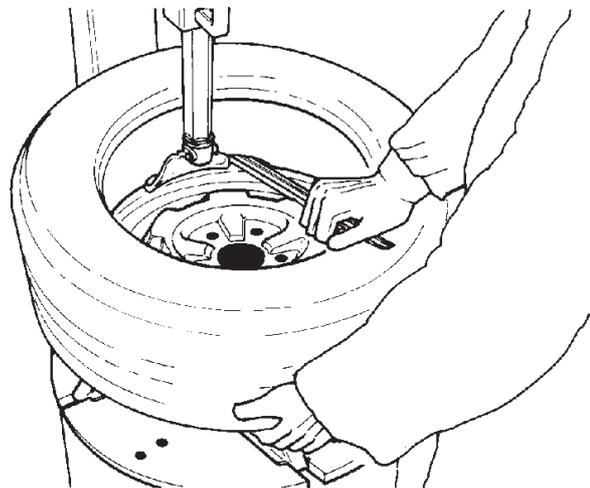

Fig. 4.1-7
H. Démontez le deuxième talon en exécutant les mêmes opérations. Soulever le pneu de la main gauche dans une position opposée à l'outil pour maintenir le talon dans le creux (Fig. 4.1-7).